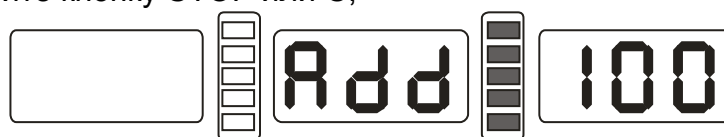

рисунок 9-2
9.3 После остановки оси, рисунок 9-2 (поднимите защитный кожух). Закрепите балансировочный груз весом 100 гр. в любом месте на внешней стороне диска (опустите защитный кожух). Нажмите кнопку START. Переходите к следующему шагу. Для выхода нажмите кнопку STOP или C;